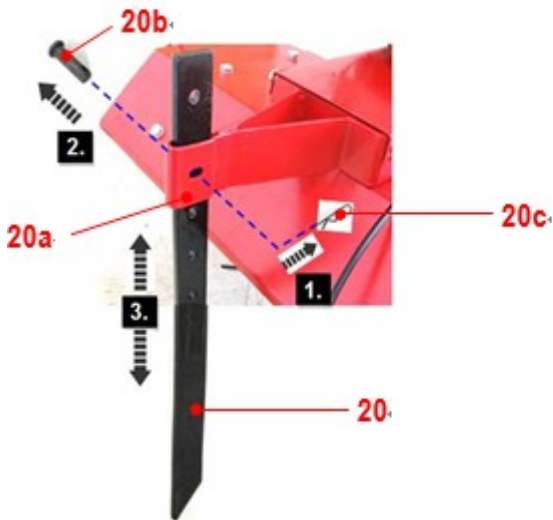

Fig.19
1. Retirez le clip-R (20c) et les boulons (20b) du support (20a) de la béquille (20) (fig.19, étape 1-2).
2. Réglez le dérapage (20) sur la position désirée. (Fig.19, étape 3).